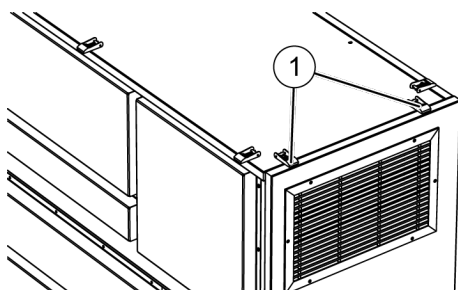

Abb. 46: Spannverschlüsse
- 35.** Verkleidung an das Gerät andrücken und mit den Spannverschlüssen (Abb. 46/1) befestigen.